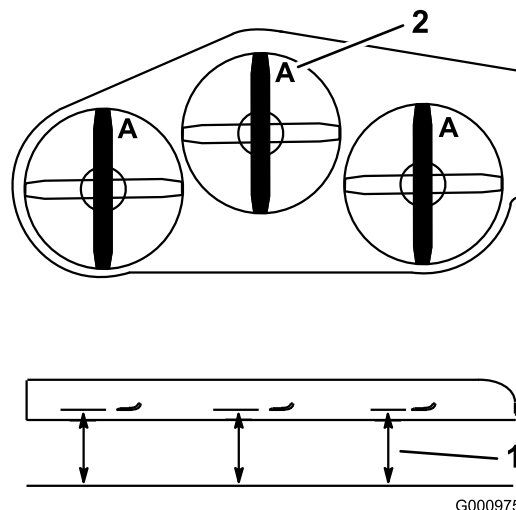

Figure 65
2. Mesurez la distance entre la surface plane et le tranchant (position A) des lames (Figure 65).